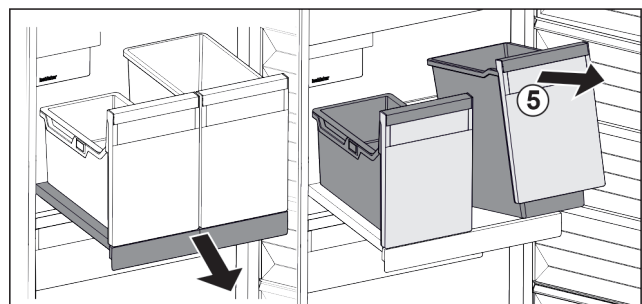

Fig. 169
- ▶ Behälter Fig. 169 (5) vorne anheben.